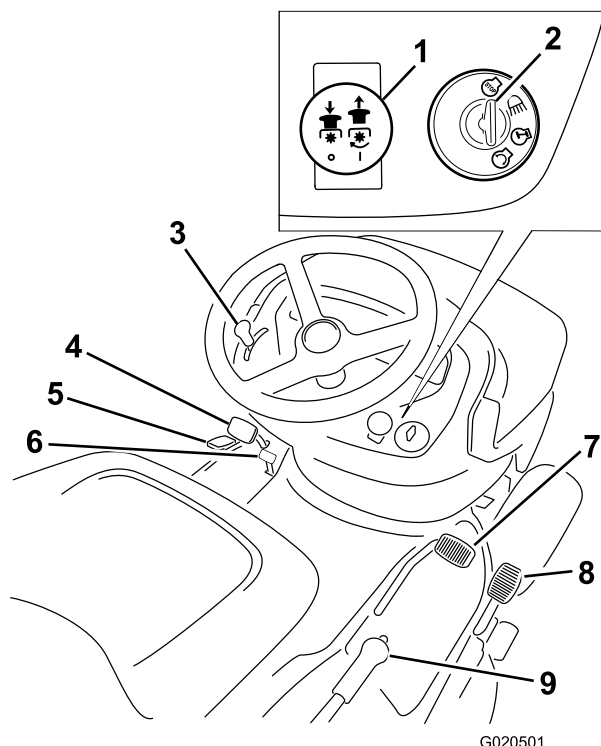

図 4
実際にエンジンを始動させる前に、運転装置図4の名称や場所、操作方法に慣れてください。
1. ブレーキペダル 図 4 を踏み込んでそのまま保持する。
1. ブレーキペダル 図 4 を踏み込む。
2. ブレード制御PTOノブ 図 4 を引き出す回転位置。
2. ブレード制御PTOノブ 図 4 を押し込む回転停止位置。
4. 刈り込みブレードPTOを解除する 図 4 を参照。